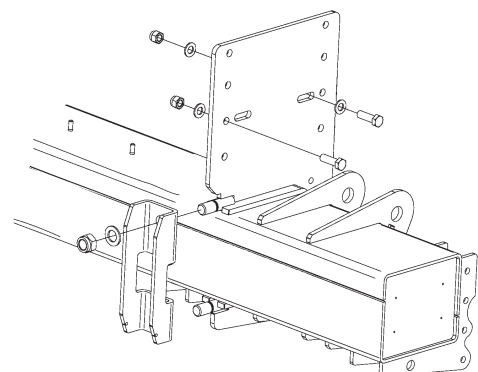

Abbildung 29. Das U-Profil mit den dazugehörigen Unterlegscheiben und Muttern montieren
6. Der Hubträger sollte innerhalb des angegebenen C-Maßes so hoch wie möglich platziert werden. Hubträger auf die Ideallhöhe unter dem Rahmen einstellen. Verpackung der Ladebordwand und Gabelstapler verwenden, siehe Abbildung 29. Der Hubträger muss parallel zum Boden des Aufbaus ausgerichtet sein und darf nicht am Rahmen des Fahrzeugs anliegen. Es muss ein Zwischenraum von einigen Millimetern vorhanden sein. Bei Bedarf die Winkel der Arme nachstellen. Dafür die Bordwand vorsichtig betätigen.
8. Das U-Profil mit den dazugehörigen Unterlegscheiben und Muttern montieren, ohne diese anzuziehen. Die Muttern abwechselnd anziehen, bis das U-Profil direkt am Hubträger anliegt, siehe Abbildung 29.